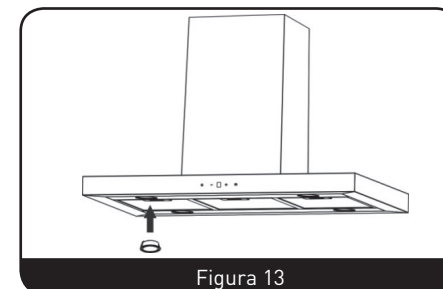

Figura 13
3. Sustitúyala por otra del mismo tipo y potencia (máx. 1,5 W). (Figura 13)